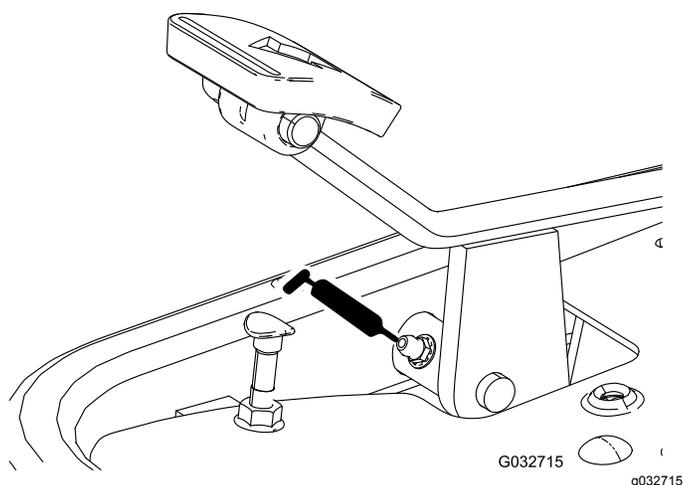

Figure 35
- Pédale de déplacement (Figure 35)